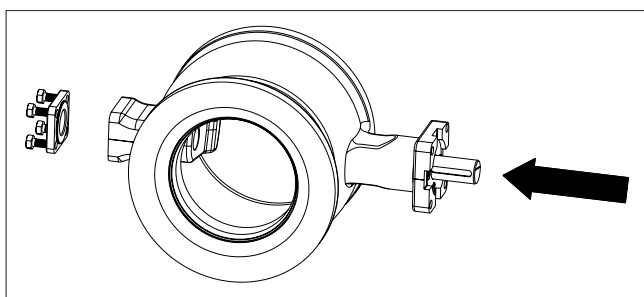

Fig. 22 Afmontering af blindflange
- I DN 65-100-ventiler (undtagen low-Cv-versionerne) løsnes blindflangen (10) og segmentet skubbes ind i den bagerste position, fig. 22.